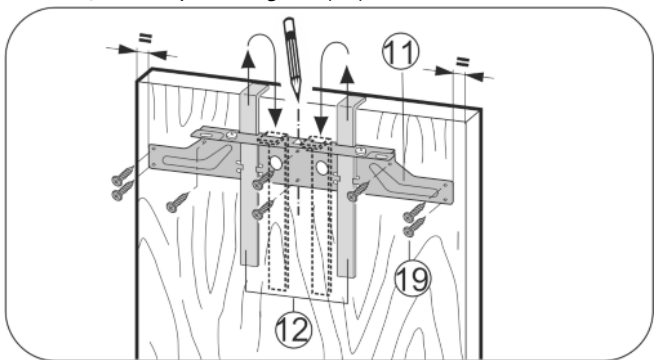

Fig. 18
- ▶ Навесьте крепежную поперечину Fig. 18 (11) с монтажными вспомогательными элементами Fig. 18 (12) на внутреннюю сторону мебельной дверцы.
- ▶ Выровняйте крепежную поперечину Fig. 18 (11) в центре двери.
▶ Прикрутите крепежную поперечину Fig. 18 (11) по меньшей мере 6 винтами Fig. 18 (19).
▶ Прикрутите крепежную поперечину Fig. 18 (11) 4 винтами Fig. 18 (19) по краю.
- ▶ Вытяните вверх монтажные приспособления Fig. 18 (12) и, развернув, вставьте их в расположенные рядом приемные отверстия.